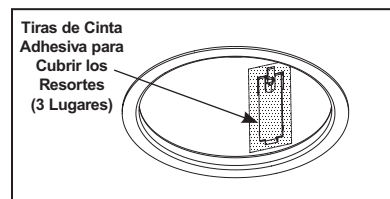

Figura 4
Paso 5. Para sellar la carcasa después de confirmar una operación correcta, aplique las tiras de cinta adhesiva proporcionadas para cubrir por completo cada uno de los clips de retención y las ranuras. No sustituya otros materiales (Figura 4).